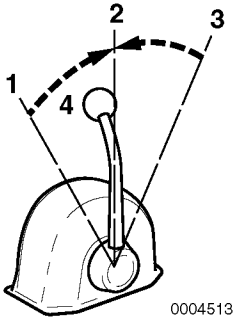

Figura 3
(**Figura 3, (4)**) para controlar la
(**Figura 3, (1 o 3)**) y MARCHA ATRÁS
(**Figura 3, (3 o 1)**), coloque el
(**Figura 3, (2)**) y haga una pausa antes